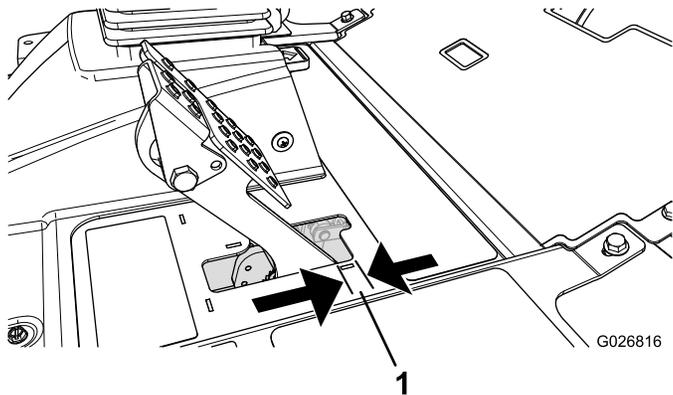

図 112
4. ブレーキペダルを軽く踏んで、ペダルの遊び抵抗なく動く距離を測定する **図 112**。
注 ブレーキペダルの「遊び」 **図 112**が 2.5 cm 以上となったり、駐車ブレーキを掛けるのに強い力が必要と感じられるようになったら、調整を行ってください。
6. **図 112**後ナットを締めてケーブルを後方に移動させて、駐車ブレーキがホイールに作用するまでのブレーキペダルの遊びが 6-13 mm なるように調整する。